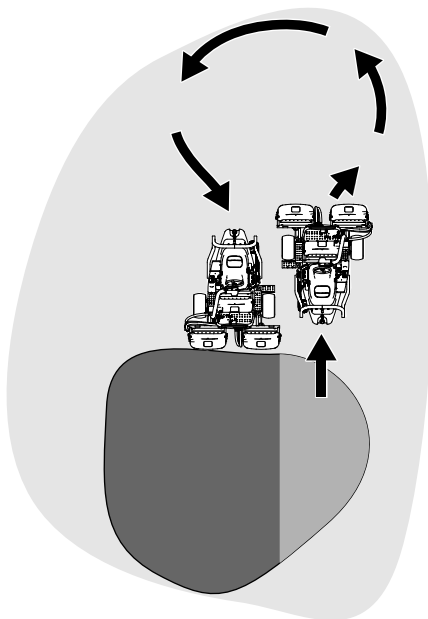

図 23
6. Uターンするとき、一旦反対側にハンドルを切ってから旋回すると、楽に、しかも効率良く回ることができて次の列そろえが楽になります。反対側に軽く振ってから旋回すると雨だれ形の旋回図 23 になって、スムーズに次の列に入ることができます。